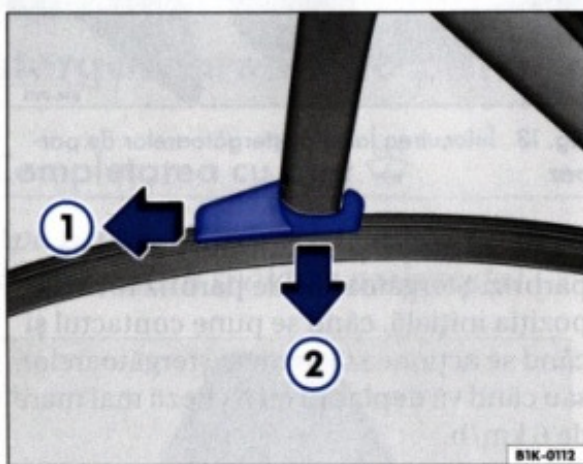

Fig. 14 Înlocuirea lamei ștergătorului de lunetă
- Desprindeți lamela în sensul indicat de săgeata ⇒ fig. 14 ①.
- Trageți lamela în sensul indicat de săgeata ②.
- Introduceți o lamă nouă, de **aceeași lungime și formă** în sens contrar săgeții ②.
– Blocați lama ștergătorului contrar sensului ①, până se blochează.